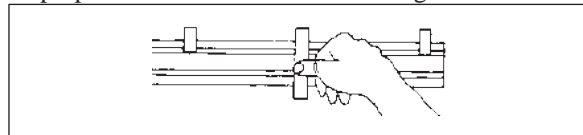

Fig. 29
4. Applicare una cerniera di nastro da 3 a 5 cm verticalmente al centro della sfascia. Fig. 29